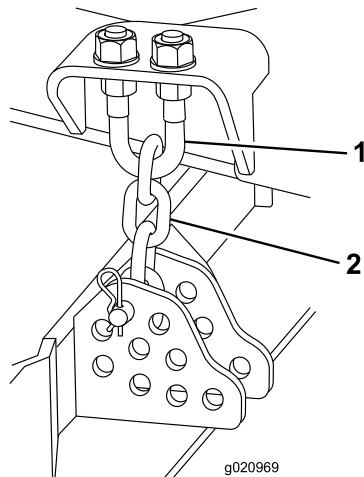

図 74
- 刈高チェーンのUボルトの上側または下側についているジャムナットをゆるめる図74。